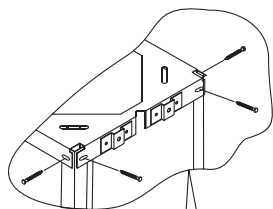

Рис.13
5. Поднимите собранную конструкцию вверх. Заведите уголки установочного каркаса в соответствующие прорези потолочной крепежной пластины (см. рис.12). Прикрепите уголки установочного каркаса к потолочной крепежной пластине (см. рис.13). Выполнять перечисленные в этом пункте операции необходимо, как минимум, вдвоем.